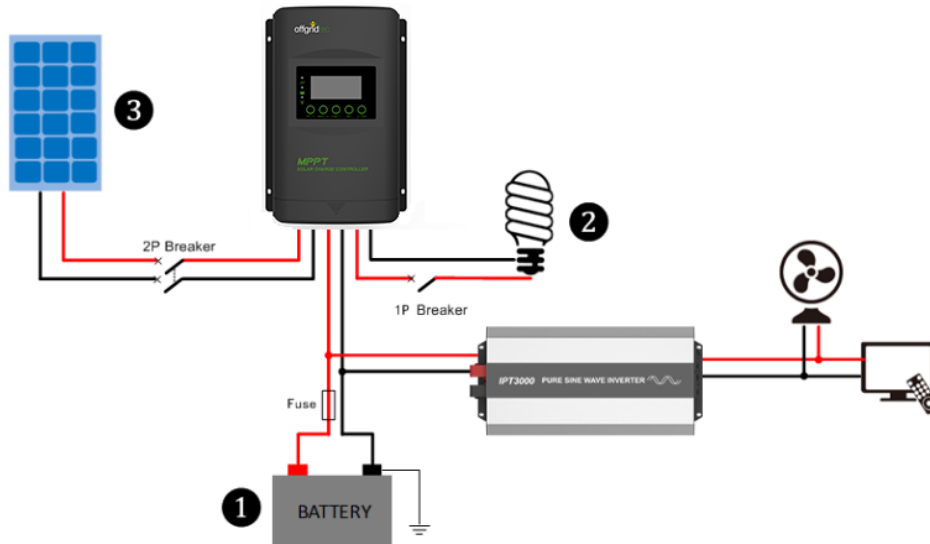

Abb. 2.2 Schaltplan
Schritt 2 : System in der Reihenfolge ① Batterie ② Lastausgang ③ PV-System gemäß Abb. 2.2 „Schaltplan“ anschließen und System in umgekehrter Reihenfolge ③ ② ① trennen.